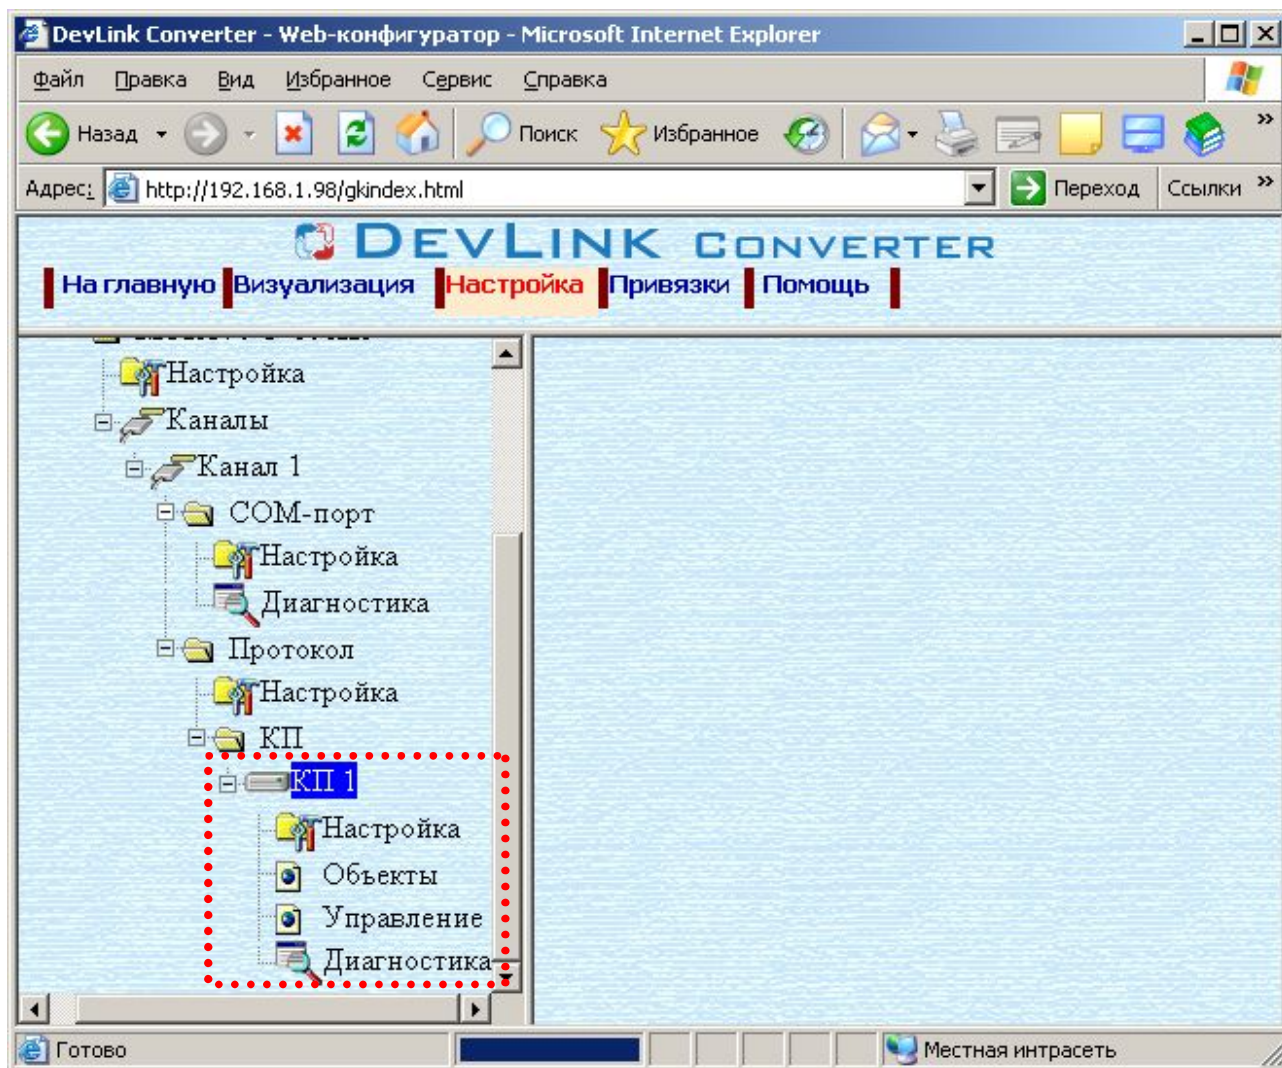

Рисунок 3.6 – Поддерево нового КП канала драйвера
- Нажмите на кнопку «Добавить КП». В результате будет произведено добавление КП. Дерево объектов будет обновлено. Папка «КП» канала должна содержать поддерево, относящееся к новому КП (рисунок 3.6).